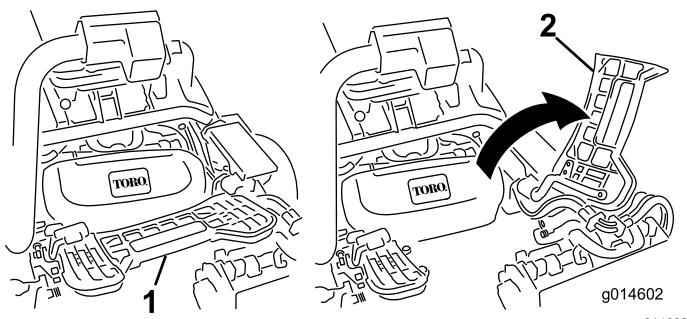

Bild 45
- Heben Sie die Fußplattform an und schwenken sie in die geöffnete Stellung, um die Stellung der mittleren Schneideinheit zugänglich zu machen (Bild 45).